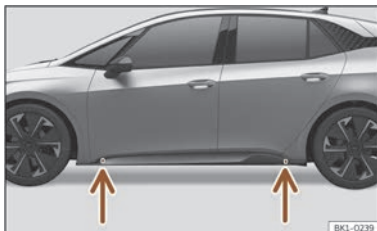

Fig. 196 Points de prise du cric.
- Recherchez sur le bas de caisse la marque du point d'appui du cric (zone renfoncée) le plus proche de la roue à changer >>> fig. 196.